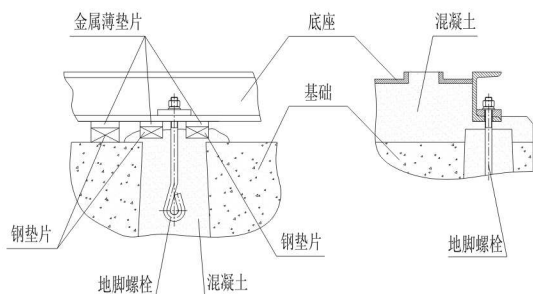

图 6
轴承箱中的轴承为能够承受轴向载荷和径向载荷的滚动轴承。采用油润滑，轴承箱内的油位可通过油标显示，轴承箱设有自动补油的恒液位油杯（见图6）。
3.5.7 将钢垫片插入地脚螺栓左右两侧已溢出的混凝土中，垫片要足够厚，以使底座与垫片之间没有或只有很小的间隙。底座与厚的钢垫片之间的空隙必须用不同厚度的金属薄垫片来填充（见图6）。
3.5.9 完全找正后，向基础内灌浆，完成符合安装工艺的底座灌浆后，用细小的混凝土通过灌浆孔填充底座，使底座完全被混凝土充满，同时对混凝土震动是必要的（见图6）。